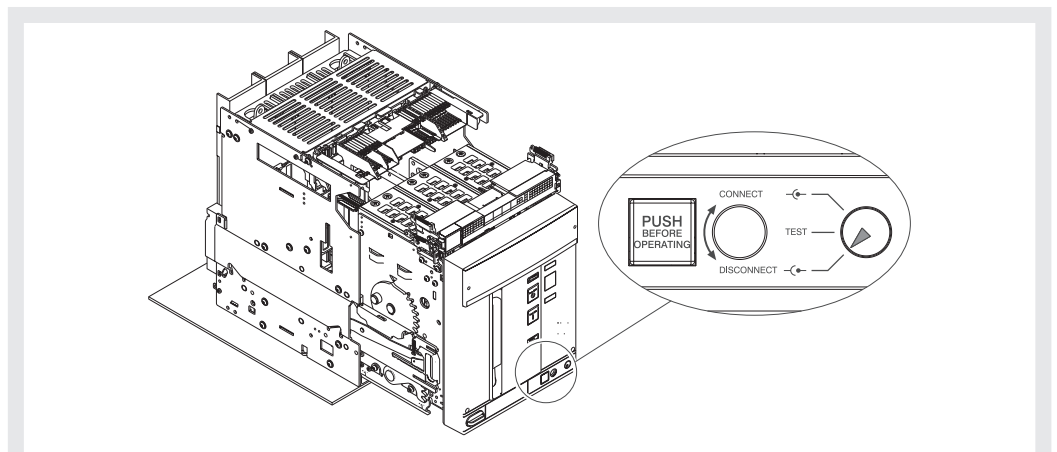

Abbildung 41
6. Die Anzeige meldet nun die Position **DISCONNECT**. Siehe Abbildung 41.